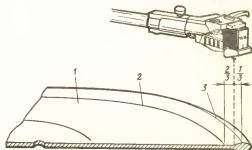

Рис. 5.15. Правильно отрегулированное горизонтальное положение иглы при автоматической установке тонарма на начало грампластинки:
4. Повторите операции 2 и 3 и отрегулируйте положение опускания иглы таким образом, чтобы игла опускалась между выступом на краю грампластинки и первой звуковой канавкой (рис. 5.15). При регулировке положения опускания иглы одновременно регулируется положение возврата тонарма.